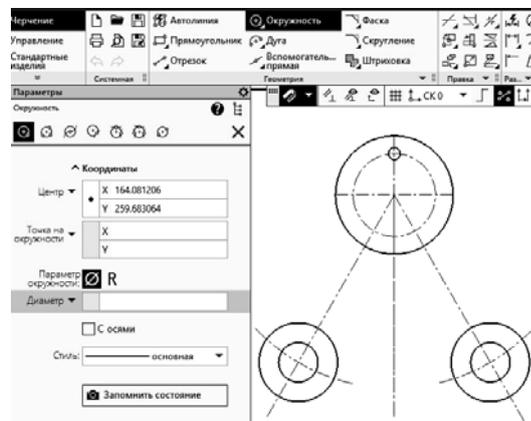

Рисунок 2.2 – Команда «Окружность»
- 4) построить окружности (использовать команду **Окружность** с расширениями ее меню), стиль линии – основная и осевая (рисунок 2.2);